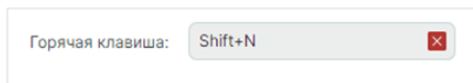

Рис. 142 Назначение горячей
7. При необходимости для каждого УГО силового порта может быть назначена горячая клавиша, см. Рис. 142.